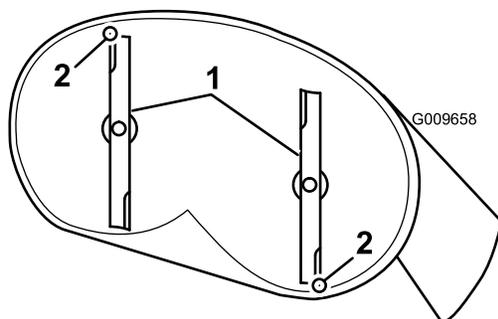

Figure 54
4. Faites pivoter les lames avec précaution pour faire passer les pointes avant à l'arrière (Figure 54).
5. Mesurez la distance entre la pointe de la lame avant et la pointe de la lame arrière par rapport à la surface plane (Figure 54).
9. Une fois le réglage effectué, vérifiez à nouveau l'inclinaison avant/arrière des lames. Poursuivez le réglage de l'écrou jusqu'à ce que la pointe avant de lame soit de 1,6 à 7,9 mm (1/16 à 5/16 po) plus bas que la pointe arrière (Figure 54).